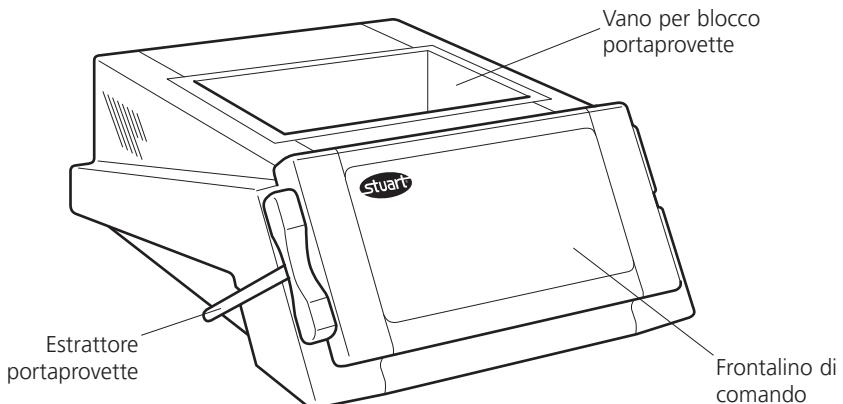

Figura 1: Vista anteriore
I blocchi di alluminio vanno inseriti nel vano ricavato nella parte superiore dell'apparecchio (vedere la figura 1) e vengono riscaldati dalla parte sottostante dell'apparecchio. Tutti i blocchi sono intercambiabili ed è possibile utilizzare contemporaneamente blocchi di diverse dimensioni.
- Inserire con cautela il numero richiesto di blocchi di alluminio nel vano ricavato nella parte superiore dell'apparecchio - vedere la figura 1.
- Montare eventualmente il coperchio di protezione poggiandolo semplicemente sulla parte superiore dell'apparecchio o fissandolo servendosi delle viti in dotazione, che vanno inserite nei fori previsti sul retro dello scaldaprovette (vedere la figura 1).